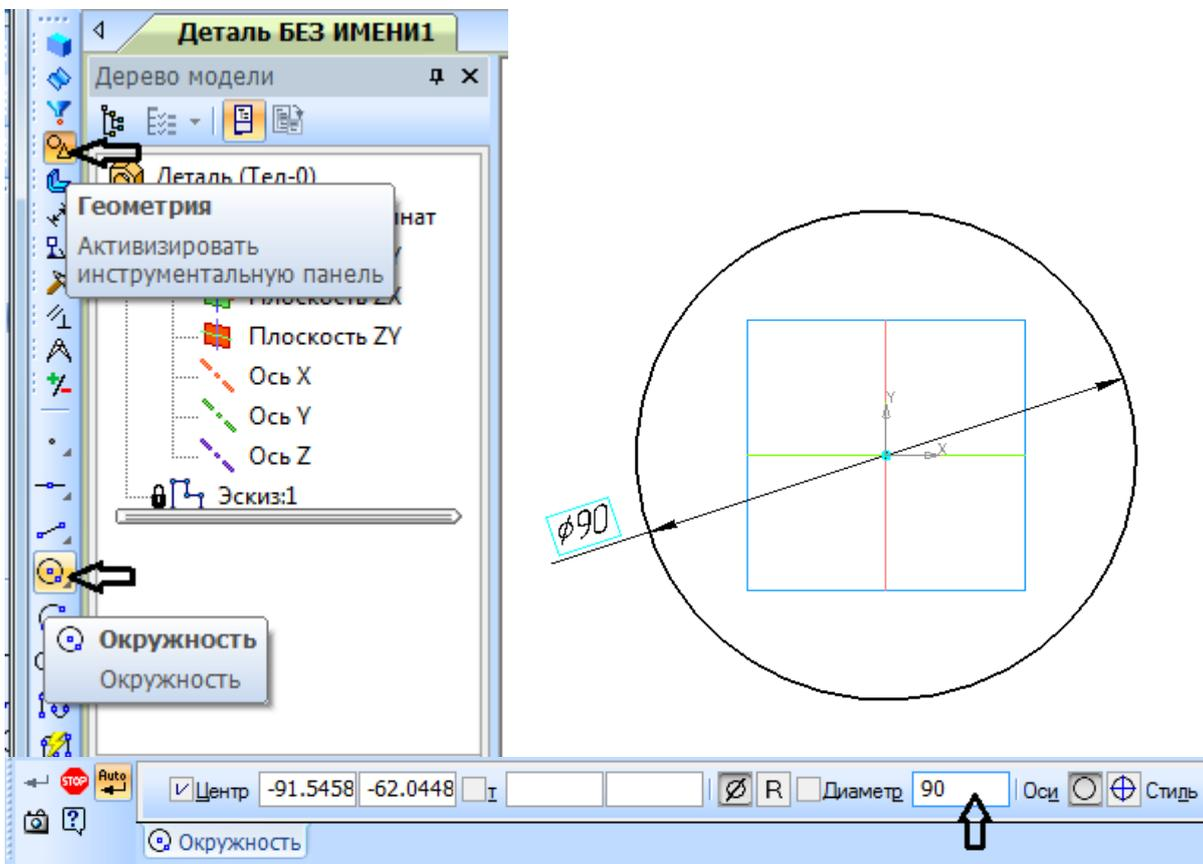

Рисунок 26.
3. Для создания круглого основания пирамиды на панели  **Геометрия** выберите кнопку  **Окружность** (Рисунок 26). На панели свойств (внизу экрана) введите значение диаметра **90мм [Enter ]**, зафиксируйте щелчком мыши фантом окружности в начале координат (рисунок 26).